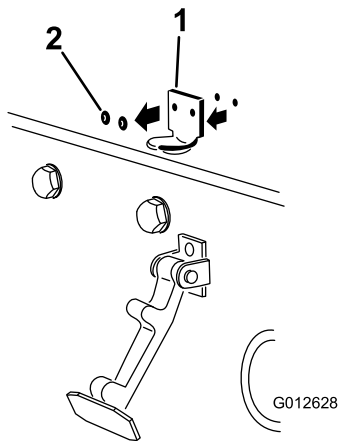

図 3
- フードラッチブラケットをフードに固定しているリベット2本を外す 図 3。